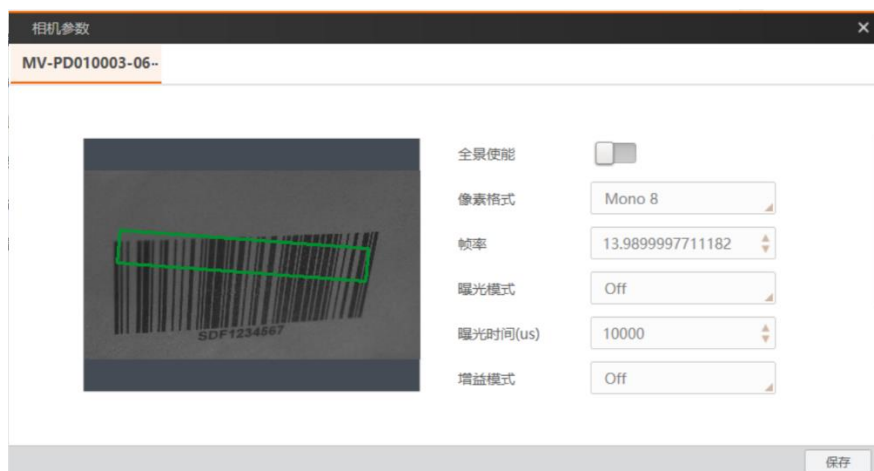

图5-11 相机参数
4. 单击, 选择“相机参数”，参数设置请见表 5-2，相机参数如图 5-11 所示。